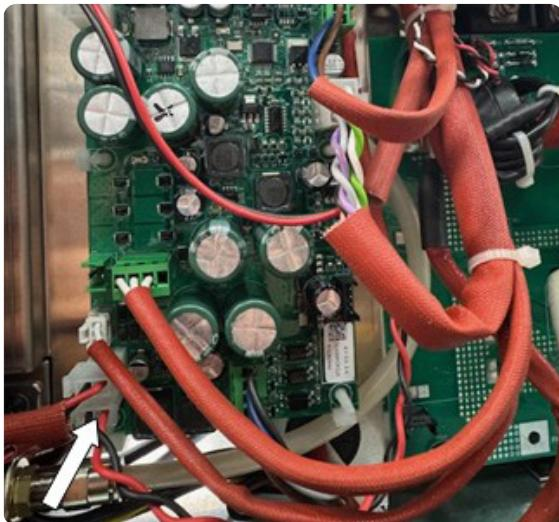

Fig. 7
- ◆ Conecte el conector de 2 polos en el extremo opuesto de la conexión 5585932 (pos.4) al conector J19 del circuito de servicios 5602573 ubicado en el costado del túnel como se muestra en la fig.7